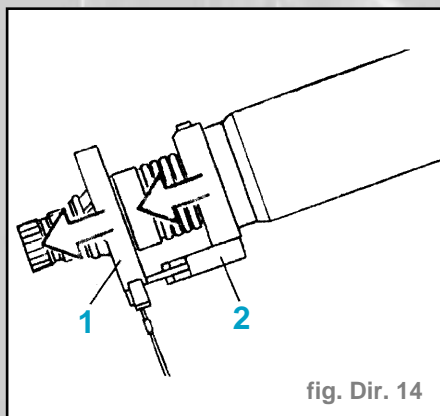

fig. Dir. 14
- Retirer le capteur d'angle de braquage (fig. Dir. 14).